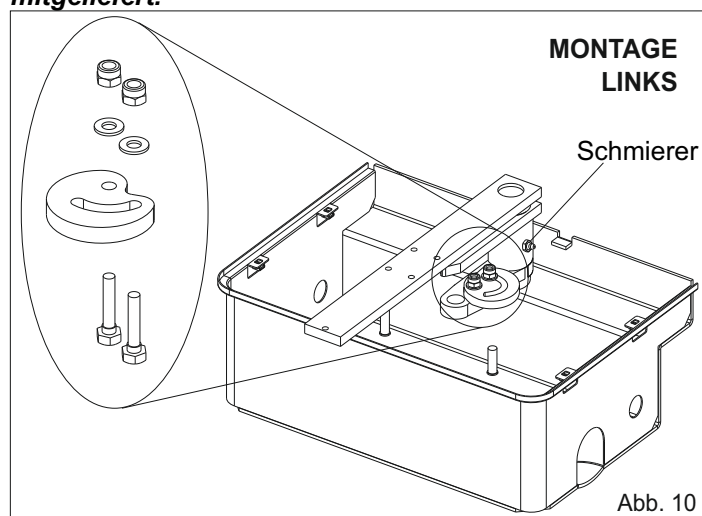
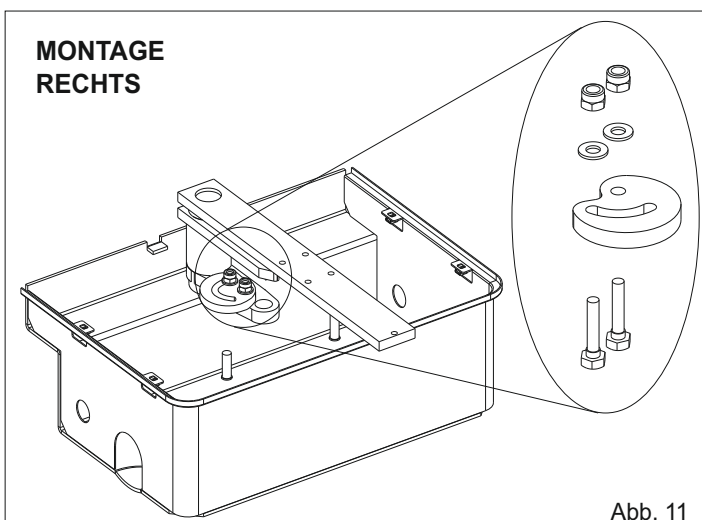

Abb. 10
Abb. 11
2.7. Den Endschalternocken in den Kurbelsatz einsetzen und mit den entsprechenden Schrauben befestigen (Abb. 10 Montage links, Abb. 11 Montage rechts)
Wenn die Installation in Betrieb gesetzt wird, muss der Behälter unbedingt, wie in Abb. 10, solange eingefettet werden bis das Fett herausläuft. (Benützen Fett DIN 51502 KP 2 N-20 - K 2 K-20).